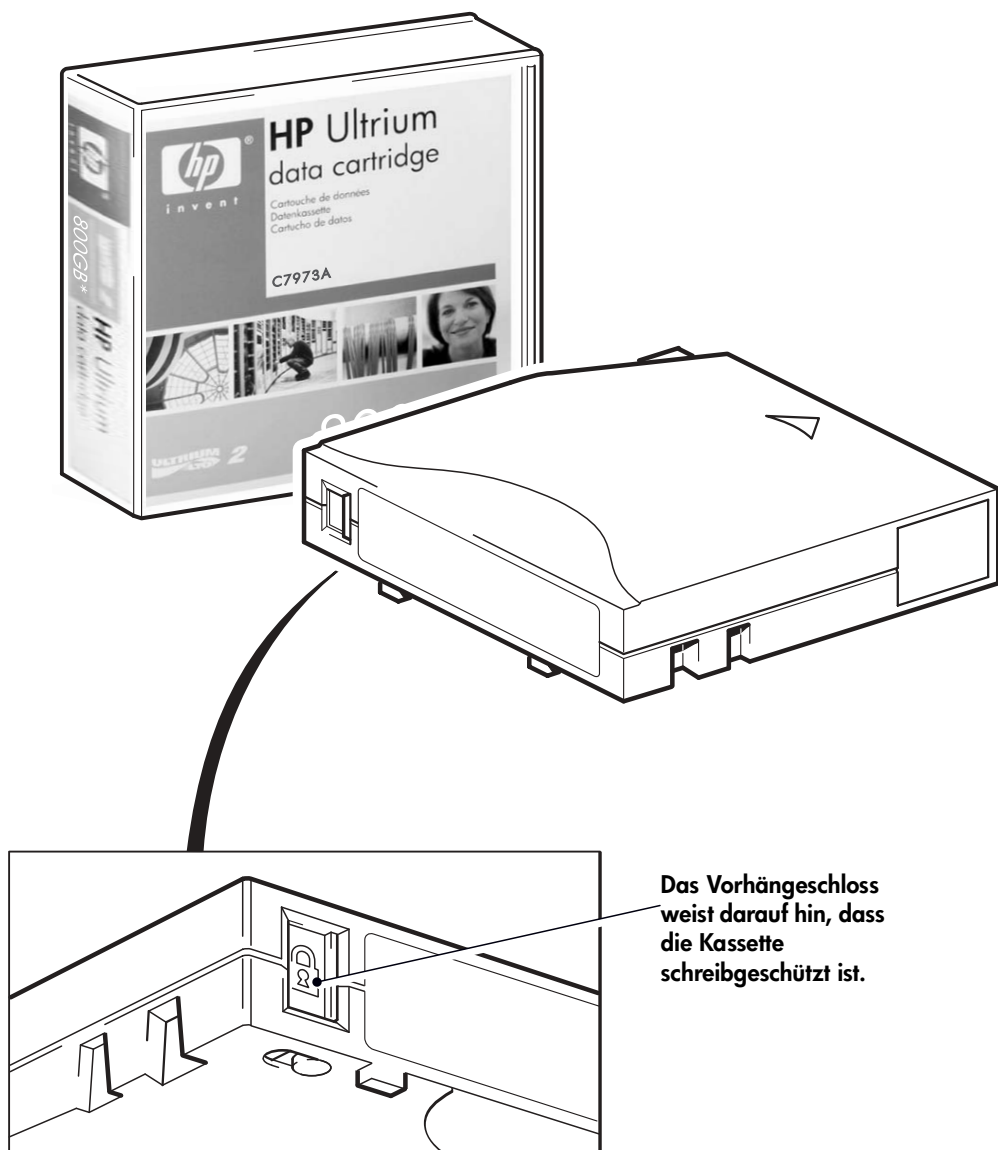

Abbildung 11: Schreibschutz bei Kassetten
- Um den Schreibschutz einer Kassette zu deaktivieren, schieben Sie die Schreibschutzvorrichtung nach links. In Abbildung 11 ist die Anordnung der Schreibschutzvorrichtung dargestellt.